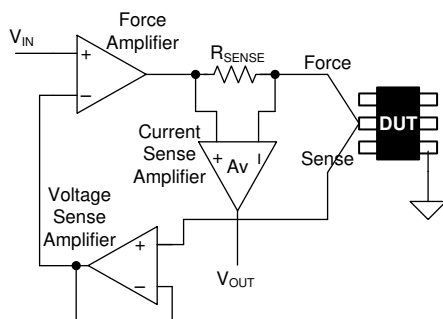

図 7-1. PMU での FVMC 測定
図 7-1 は FVMC 構成における、PMU の概略図です。制御ループは、フォースアンプと電圧センスアンプ (この例ではユニティゲイン) で構成され、帰還パスを構成しています。DUT に流れる電流は、DUT と直列にセンス抵抗 (R_{SENSE}) を流れる電流を検出することで測定されます。 Av のゲインの電流センスアンプは、その出力で電圧 (V_{OUT}) を生成し、その電圧は ADC で測定できます。DUT ピンで生成される電圧は、フォースアンプがレールアウトしない限り (たとえば、 $I_{DUT} \times R_{SENSE} \times Av$ がフォースアンプの入力電圧範囲内にとどまる限り)、入力電圧レベル (IN) に維持されます。測定する DUT 電流のレベルに応じて、電流センスアンプに対してさまざまなゲイン設定を構成する必要があります。